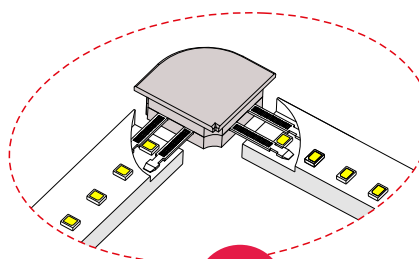

Fig. 7.3
- Fig. 7.3 — No inserte los 4 pines en la superficie de la PCB, lo que provocaría un cortocircuito y quemaría todo el rollo de tira, pudiendo provocar un incendio.